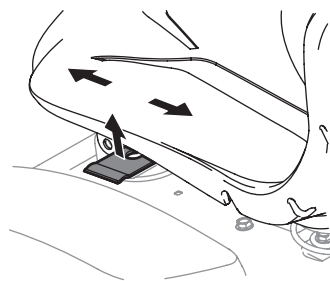

Figura 11
3. Suelte la palanca de ajuste. Asegúrese de que el asiento esté fijo en su posición antes de operar el tractor. Consulte la Figura 11.